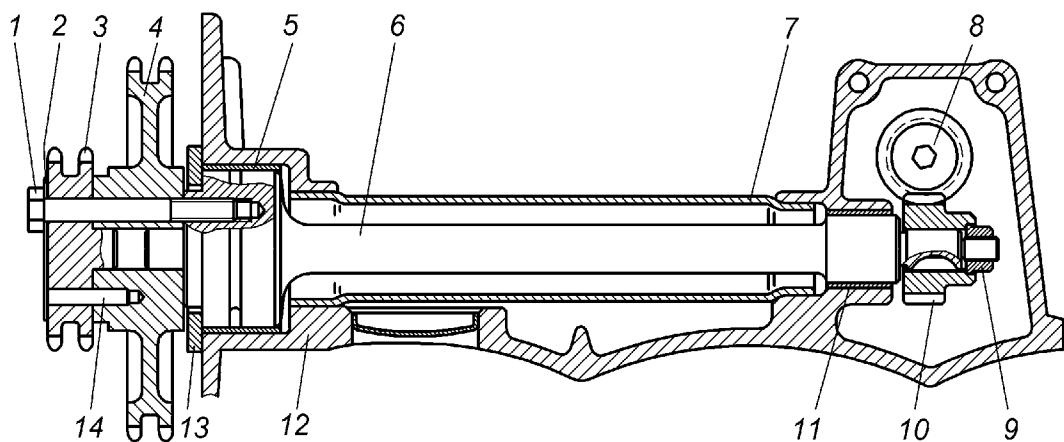

Рисунок 16 – Промежуточный вал:
**Промежуточный вал 6** (Рисунок 16) предназначен для передачи вращения от коленчатого вала распределительным валам через промежуточные звездочки, нижнюю и верхнюю цепи. Кроме этого, он служит для привода масляного насоса.